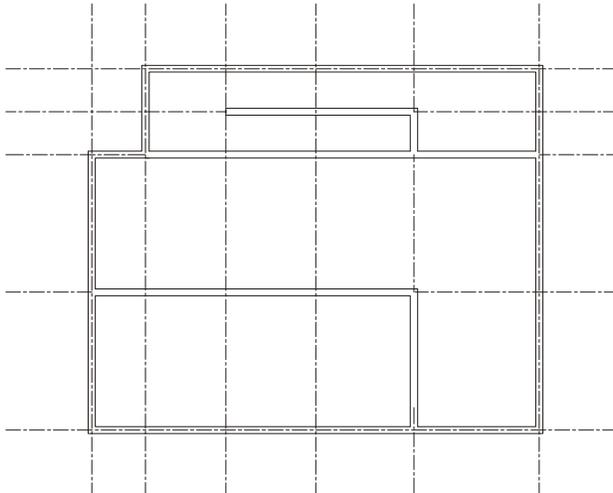

图 9-1-11
(5) 利用修剪命令 TRIM 绘制如图 9-1-11 所示的墙线。